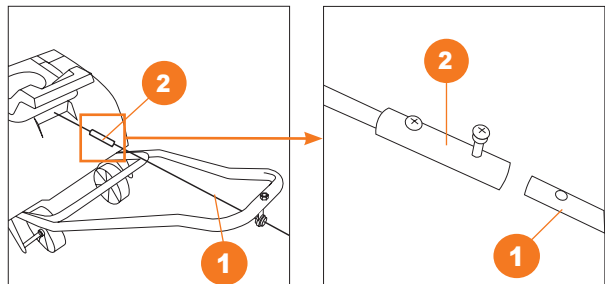

Рис. 11
4. Подсоедините ручку изменения направления выброса **1** к шарниру поворотного механизма **2** у основания желоба выброса (Рис. 11).